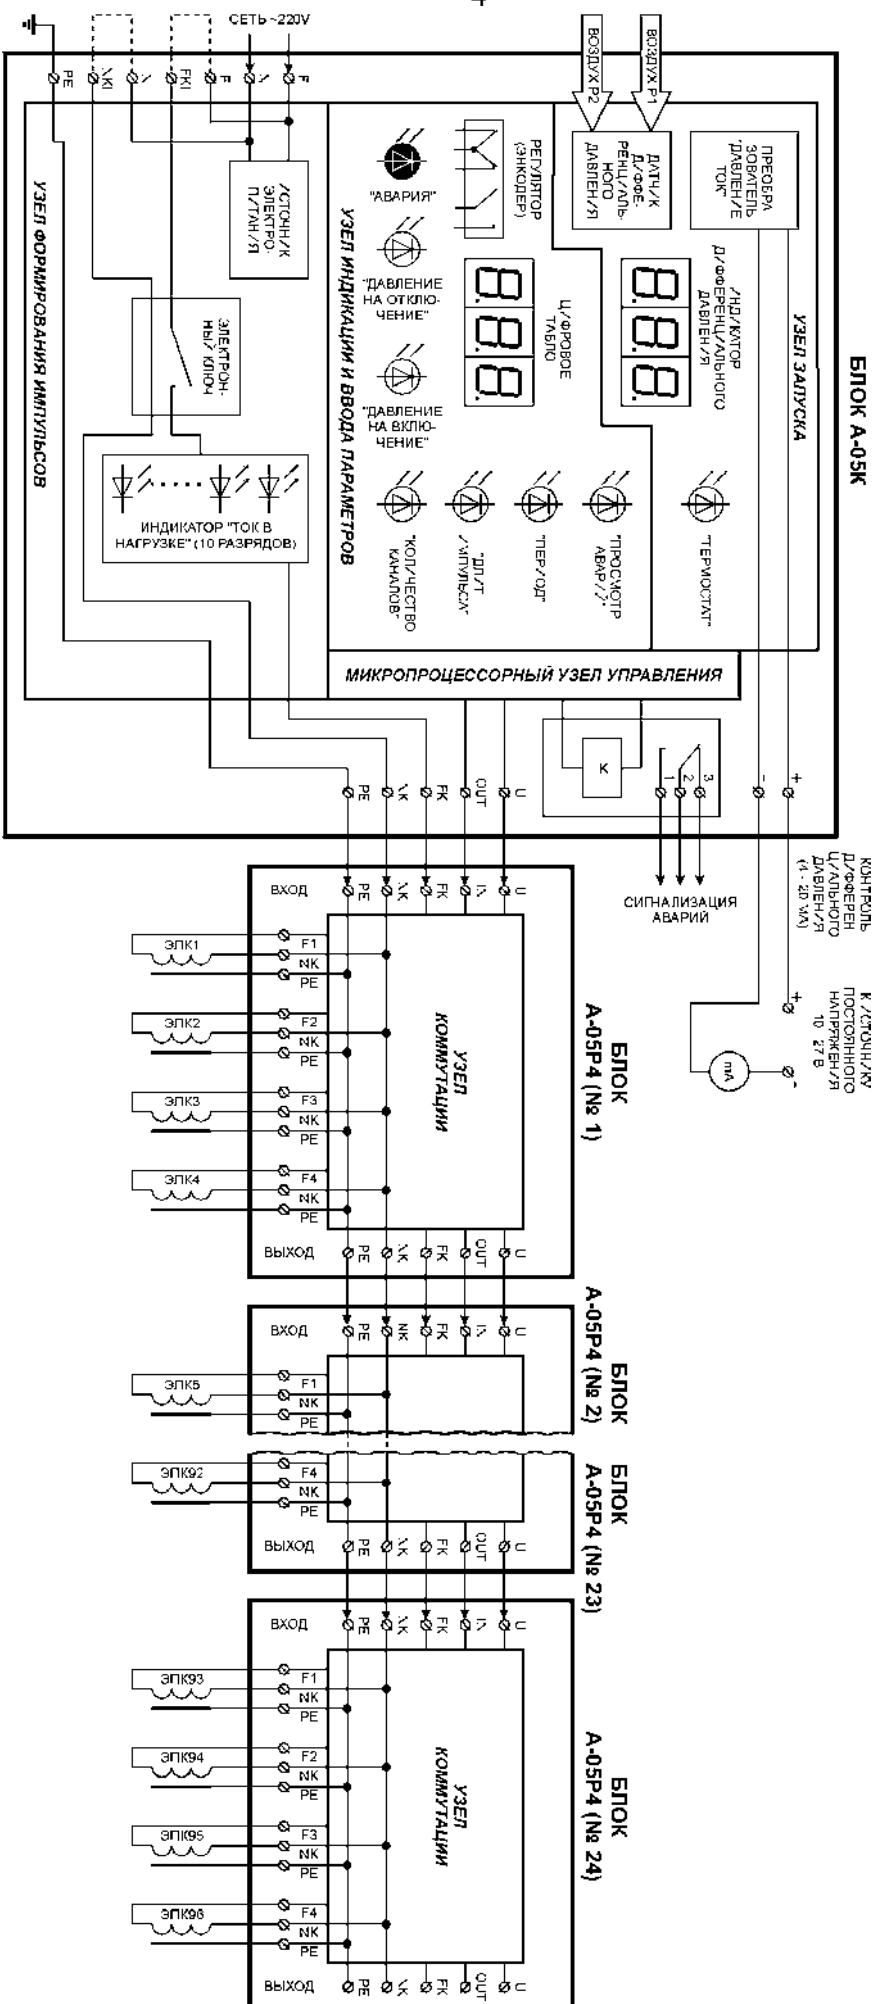
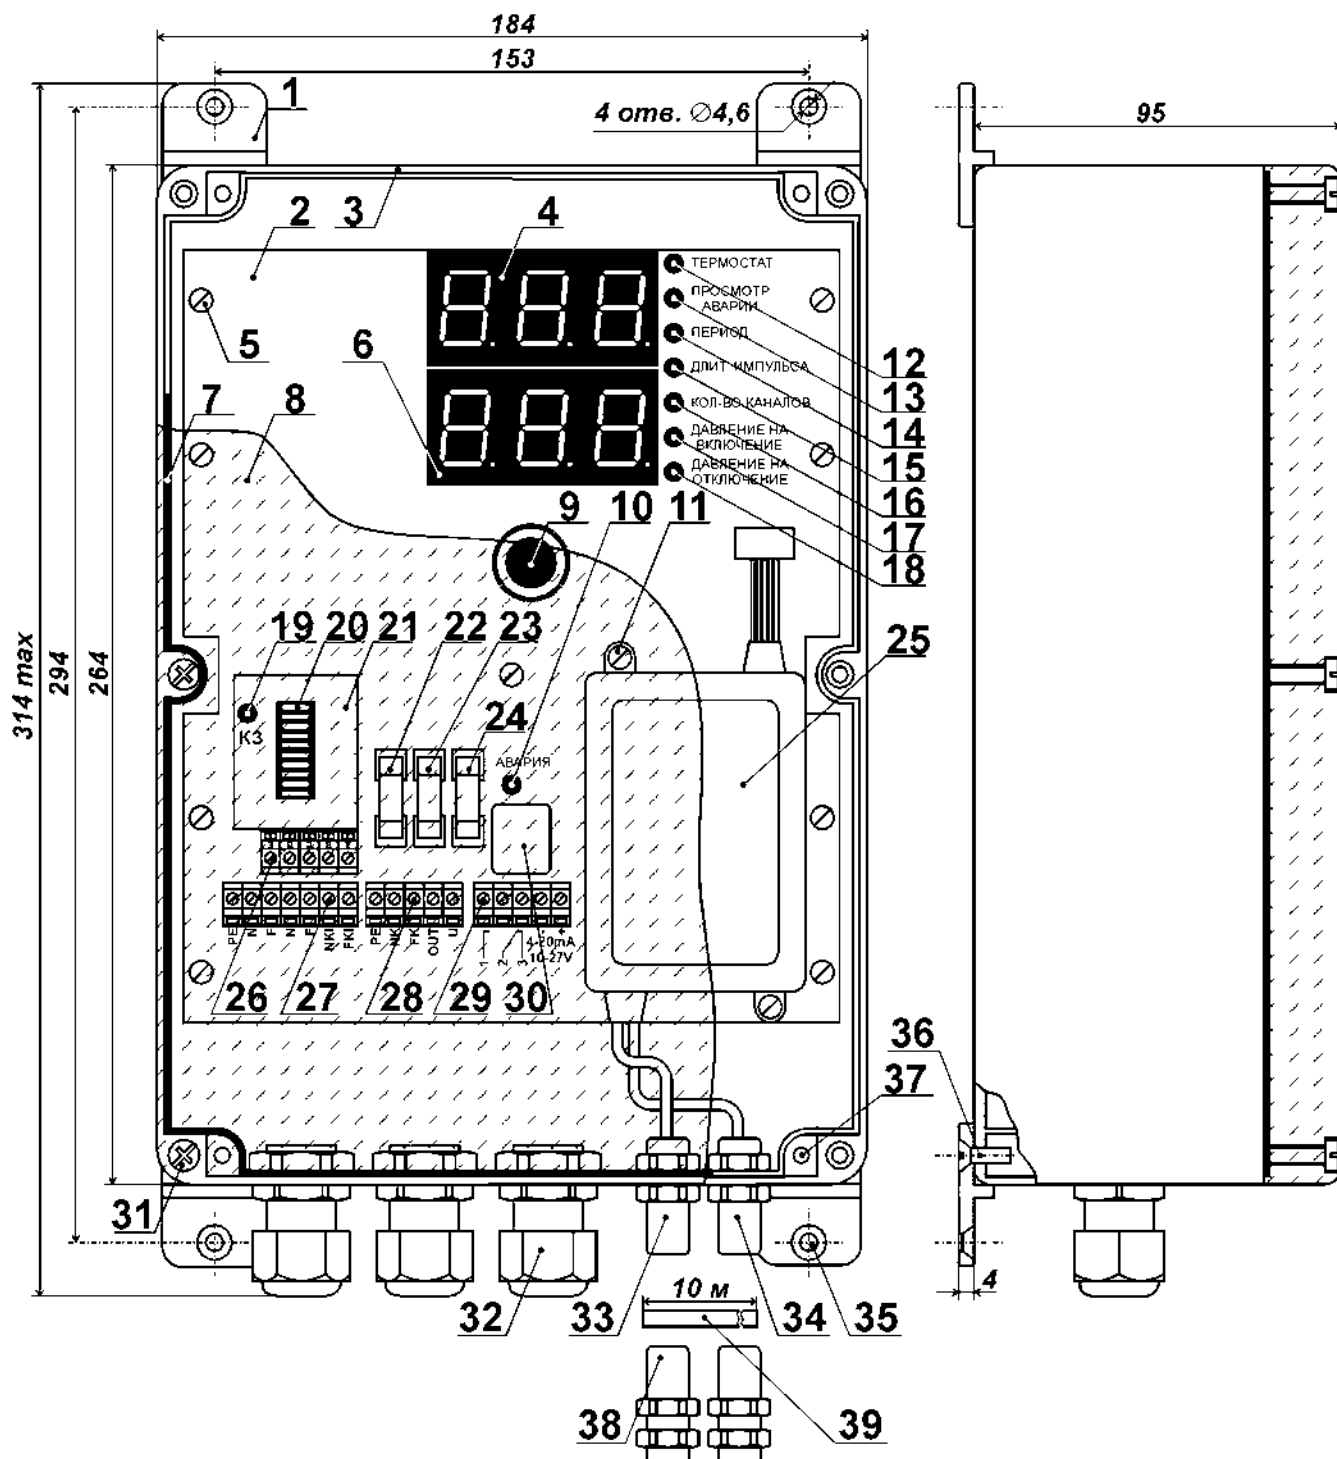
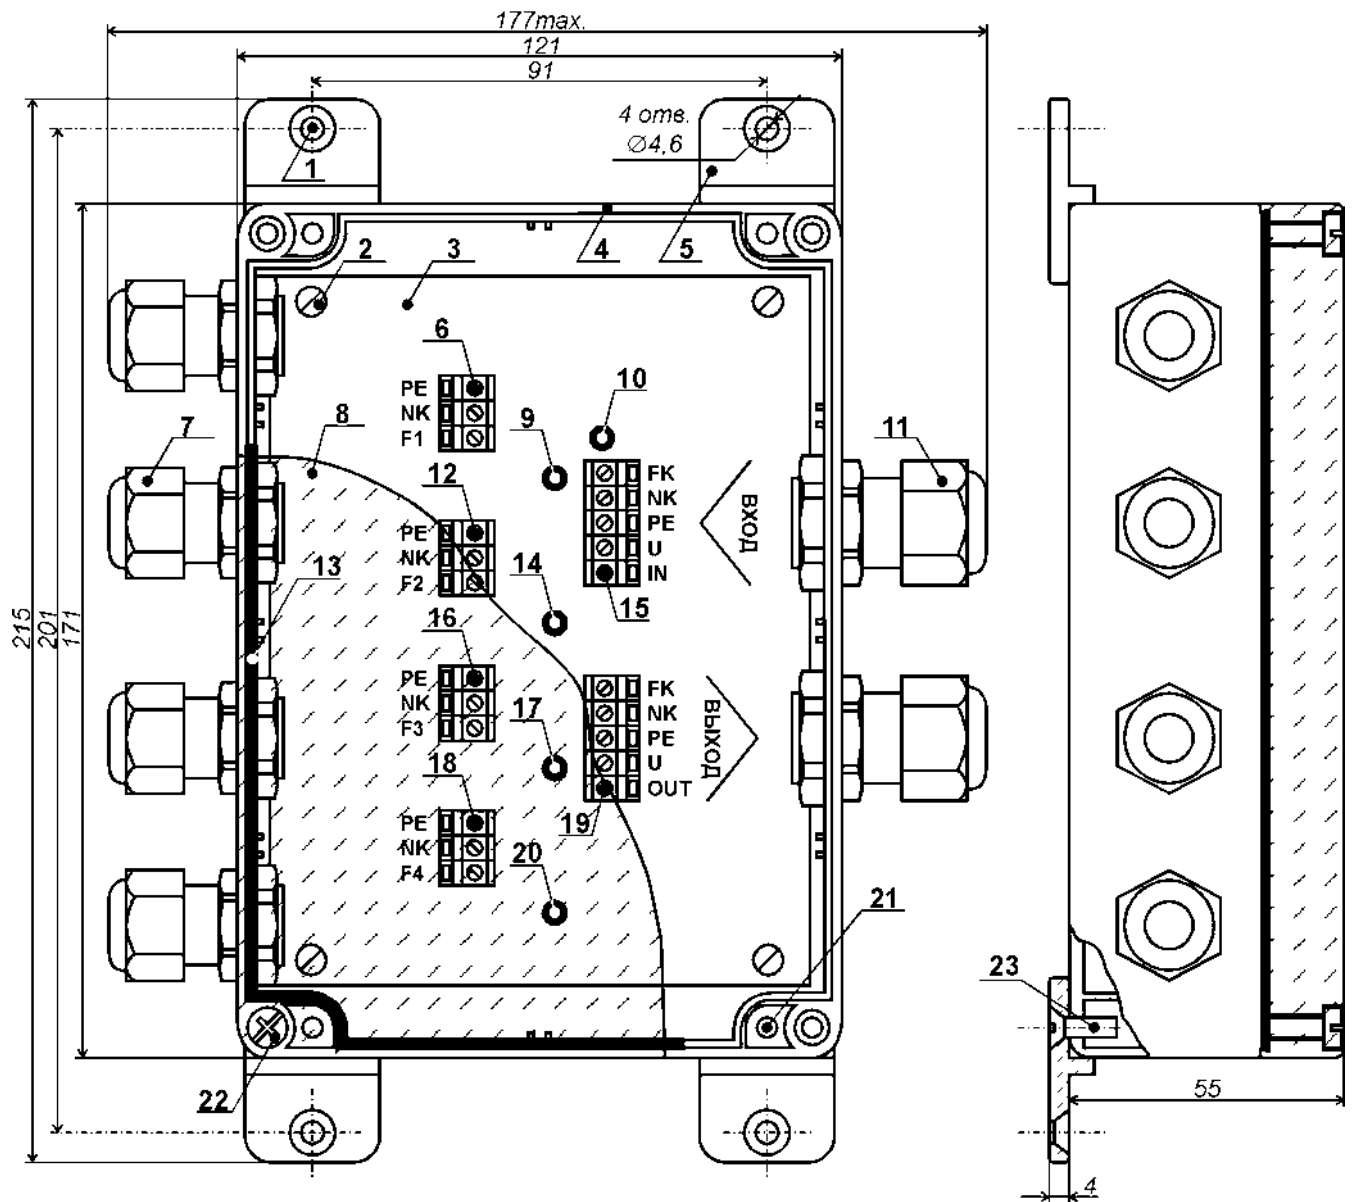

Рис. 1. Работа системы управления регенерацией 96-рукавного фильтра-циклона.
Рис. 2. Конструкция блока А-05К.
Рис. 3. Конструкция блока А-05Р4.
На рис. 1 показана система, предназначенная для управления регенерацией 96-рукавного фильтра. В данном варианте в состав системы входит максимально возможное количество блоков А-05Р4 – 24 штуки. Все они последовательно соединяются друг с другом, а блок А-05Р4 (№ 1) подключается к блоку управления А-05К.
Процесс регенерации начинается, когда дифференциальное давление превысит пороговое значение («ДАВЛЕНИЕ НА ВКЛЮЧЕНИЕ»). ЭЛЕКТРОННЫЙ КЛЮЧ выдаёт в линию связи импульсы с заданными длительностью и периодом, а также обеспечивает защиту блока от токовых перегрузок и коротких замыканий в цепях ЭПК. Амплитуда импульса определяется напряжением на клеммах «FKI» «NKI». Если ЭПК рассчитаны на подключение к промышленной сети переменного тока, то эти клеммы следует перемычками (показаны пунктиром на рис. 1) соединить с клеммами «F» и «N» соответственно. При использовании других ЭПК на клеммы «FKI» и «NKI» подаётся необходимое напряжение от внешнего блока питания. ИНДИКАТОР «ТОК В НАГРУЗКЕ» позволяет визуально сравнить между собой токи потребления различных ЭПК. ИСТОЧНИК ЭЛЕКТРОПИТАНИЯ формирует необходимые для работы блока напряжения, а также совмещает начало импульса регенерации с моментом перехода сетевого напряжения через ноль.
Конструкция блока А-05К показана на рис. 2.
Конструкция блока А-05Р4 показана на рис. 3.
Для соединения с блоком А-05К или предыдущим (по рис. 1) блоком А-05Р4 служит входной клеммный ряд [поз. 15]. К выходному клеммному ряду [поз. 19] подключается блок А-05Р4 со следующим (по рис. 1) порядковым номером.
6.3. Блоки А-05К и А-05Р4 крепятся четырьмя винтами с резьбой М4 или саморезами диаметром до 4,5 мм. Крепёжные винты (саморезы) вставляются в предназначенные для этого отверстия [рис. 2, поз. 35 и рис. 3, поз. 1].
6.5. Электрическое подключение входящих в систему блоков следует проводить в строгом соответствии с рис. 1.
6.6. Штуцера «Воздух до фильтра» [рис. 2, поз. 33] и «Воздух после фильтра» [рис. 2, поз. 34] подключаются к соответствующим воздуховодам.
6.8. Для удалённого контроля дифференциального давления между клеммами «+» и «-» блока А-05К, согласно рис. 1, соблюдая полярность, последовательно подключаются источник постоянным напряжением от 10 до 27 В и миллиамперметр (либо вход контроллера, рассчитанный на приём токового сигнала диапазона 4 – 20 мА).
6.9. Клеммный ряд входных напряжений [рис. 2, поз. 27] блока А-05К содержит две клеммы «F» и две клеммы «N». Одноимённые клеммы соединены между собой внутри блока. Любая из клемм «N» подключается к нейтрали, а любая из клемм «F» - к фазе промышленной сети переменного тока (187-242 В, 49-51 Гц). При использовании ЭПК с сетевым рабочим напряжением следует установить две перемычки (показаны пунктиром на рис. 1): одну - между оставшейся клеммой «F» и клеммой «FKI», а другую - между оставшейся клеммой «N» и клеммой «NKI».
6.11. Клеммы «U», «FK», «NK» и «PE» блока А-05К соединяются с одноимёнными клеммами на входном [рис. 3, поз. 15] клеммном ряду первого блока А-05Р4. Клемма «OUT» блока А-05К соединяется с клеммой «IN» первого блока А-05Р4 (см. рис. 1).
6.12. Клеммы «U», «FK», «NK» и «PE», расположенные на выходном [рис. 3, поз. 19] клеммном ряду каждого блока А-05Р4 соединяются с одноимёнными клеммами на входном [рис. 3, поз. 15] клеммном ряду следующего (по рис. 1) блока А-05Р4. Клемма «OUT» блока А-05Р4 соединяется с клеммой «IN» следующего (по рис. 1) блока А-05Р4.
6.13. ЭПК подключаются к клеммным рядам блока А-05Р4 поочерёдно, сверху вниз по рис. 3, в порядке возрастания номеров позиций на рис. 3. Если к блоку А-05Р4 должно быть подключено менее 4-х ЭПК, то свободными должны оставаться клеммные ряды с наибольшими (по рис. 3) номерами позиций. В противном случае, при выдаче импульса регенерации на пустой клеммный ряд, система зафиксирует внештатную ситуацию – обрыв ЭПК. С клеммой «PE» соответствующего ряда соединяется провод заземления ЭПК, а его катушка включается между клеммами «NK» и «F_{номер}».
7.1. При подаче питания на блок А-05К индикатор дифференциального давления [рис. 2, поз. 4] показывает перепад давлений воздуха на входе и выходе фильтра (от 0.00 до 4.00 кПа). При прогреве датчика дифференциального давления [рис. 2, поз. 25] до рабочей температуры светодиод «Термостат» [рис. 2, поз. 12] горит красным цветом. Изменение цвета свечения с красного на зелёный означает, что погрешность индикации давления не превышает ±1,5%.
7.3. Если дифференциальное давление меньше давления на включение, то система находится в режиме ожидания и цифровое табло [рис. 2, поз. 6] не горит. В противном случае система переходит в режим регенерации, и цифровое табло показывает номер ЭПК, на который будет выдан очередной импульс. В момент импульса индикатор «Ток в нагрузке» [рис. 2, поз. 20] на 10-разрядной светодиодной линейке показывает ток потребления ЭПК.
7.4. В режиме регенерации блок А-05К передаёт питающее напряжение и управляющие сигналы по линии связи. При наличии электропитания в блоке А-05Р4 загорается светодиод [рис. 3, поз. 10] и один из светодиодов [рис. 3, поз. 9, 14, 17 или 20], указывая, на какой из клеммных рядов [рис. 3, поз. 6, 12, 16 или 18 соответственно] будет выдан очередной импульс регенерации.
7.5. Для изменения параметров системы служит энкодер [рис. 2, поз. 9], который представляет собой кнопку с вращающимся валом. При нажатиях на энкодер поочерёдно включаются светодиоды «Период» [рис. 2, поз. 14], «Длительность импульса» [рис. 2, поз. 15], «Количество каналов» [рис. 2, поз. 16], «Давление на включение» [рис. 2, поз. 17] или «Давление на отключение» [рис. 2, поз. 18], позволяя изменить соответствующий параметр системы регенерации. Текущее значение параметра отображается на цифровом табло. Увеличение значения осуществляется поворотом энкодера по часовой стрелке, а уменьшение - против.
7.14. В процессе работы блок А-05К контролирует температуру и показания датчика дифференциального давления, а также работоспособность блоков А-05Р4 и ЭПК. Светодиод «Авария» [рис. 2, поз. 10] и реле управления внешней сигнализацией [рис. 2, поз. 30] срабатывают при следующих внештатных ситуациях:
7.14.1. В течение 5 минут после подачи на блок А-05К сетевого напряжения датчик дифференциального давления не достиг рабочей температуры ($+ 40^{\circ}\text{C}$), то есть светодиод «Термостат» [рис. 2, поз. 12] не изменил цвет свечения с красного в зелёный. В данном случае показания датчика игнорируются, и регенерация продолжается непрерывно.
7.15. Если система зафиксировала внештатные ситуации, описанные в пп. 7.14.3 и (или) 7.14.4 то при первом нажатии на энкодер включается светодиод «Просмотр аварий» [рис. 2, поз. 13], а на цифровое табло выводится формализованное сообщение о типе аварии.
7.16. Сообщение вида «bXX» свидетельствует о том, что блоку А-05К не удалось установить связь с блоком А-05Р4 с номером XX (по рис. 1). В данном случае необходимо проверить исправность линии связи, приходящей на входной клеммный ряд [рис. 3, поз. 15] соответствующего блока А-05Р4, а также целостность одного из предохранителей [рис. 2, поз. 24], установленных в блоке А-05К. Если при следующем нажатии на энкодер светодиод «Просмотр аварий» продолжает гореть, то системой зафиксированы также отказы ЭПК.
7.17. Сообщение вида «LYY» свидетельствует об отказе ЭПК с номером YY. Вращая энкодер, можно просмотреть список номеров (по рис. 1) всех неисправных ЭПК. Если количество отказавших ЭПК совпадает с ранее введённым количеством каналов, необходимо проверить целостность одного из предохранителей [рис. 2, поз. 23], установленных в блоке А-05К. Следующее нажатие на энкодер позволяет изменить параметры системы (п. 7.5), а если в этом нет необходимости – следует подождать 5 сек., после чего система вернётся в текущий режим работы (режим ожидания или режим регенерации).